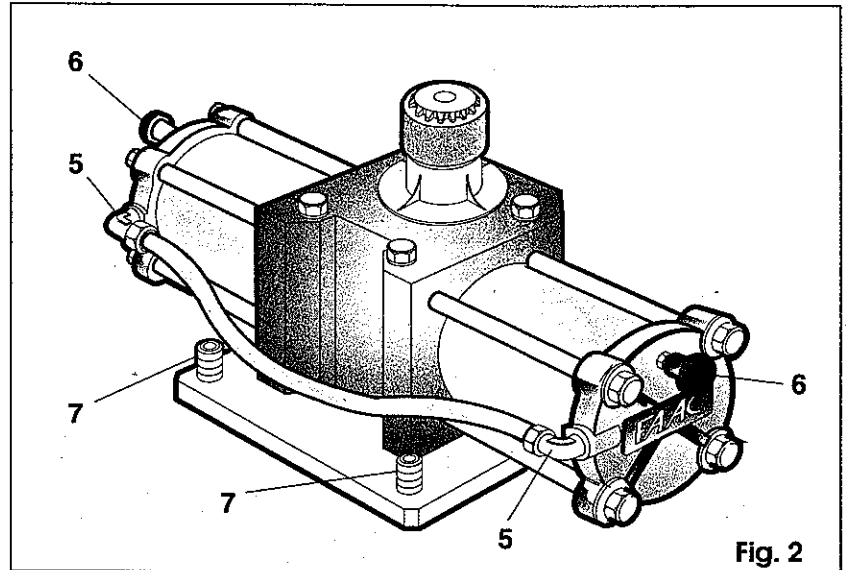

Fig. 2
- 6) Positionner le vérin sur la plaque comme indiqué fig.6/a-b en s'assurant qu'il ne repose pas sur les goudons de nivellement (fig.2 - rep.7).